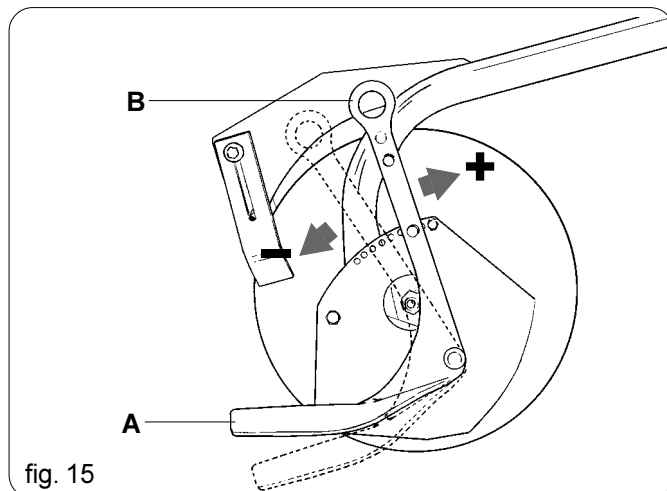

fig. 15
Con assolcatori a disco, la profondità viene determinata dal pattino limitatore (A) variando la posizione dalla leva (B fig. 15).
With disc-type planter shoes, the depth is determined by the limiter block (A) by changing its position with the lever (B fig. 15)
Kettenringe zu ändern. Bei Maschinen mit Scheibenscharen wird die Ablagetiefe über den Kufen (A) reguliert, den man über den Hebel (B, Abb. 15) verstellt.
de de la semence. La pression peut être ultérieurement réglée, pour chaque élément, en agissant sur les ressorts et en modifiant la position des anneaux de la chaîne. La profondeur, dans le cas de rayonneurs à disque, est déterminée par le patin de limitation (A) en variant la position du levier (B fig. 15).
profundidad es determinada por el patín limitador (A) variando la posición de la palanca (B fig. 15).